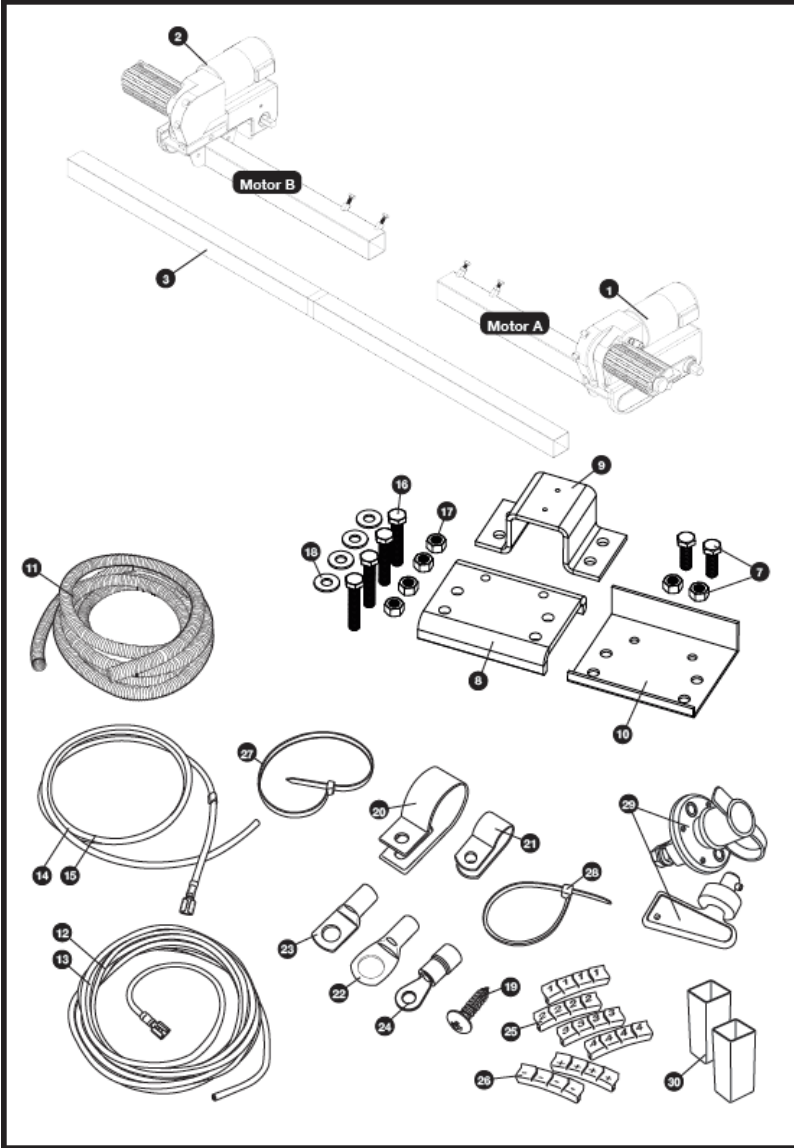

Abb. 1
Montieren Sie die Motorrahmenseite (1), die Motorrahmenseite (2) und den Hauptquerträger (3) lose (siehe Abb.1). Die Muttern (Abb.1.B) zur Befestigung der Querstange dürfen zu diesem Zeitpunkt nur handfest angezogen sein. Montieren Sie der Querstange durch Einschle-
ben der Betätigungsstangen (5) in die mittlere Betätigungsstange (4) und Befestigung an den Stangen der Motorbaugruppe (Abb. 1.A). Befestigen Sie die Betätigungsstangen mit den mitgelieferten Schrauben und Muttern (bereits an den Betätigungsstangen befestigt) an diesen Stangen. Die Muttern (Abb.1.C) zur Befestigung dürfen in diesem Stadium nur handfest angezogen sein.
Legen Sie die Baugruppe (Abb.1) lose unter den Wohnwagen. Grundsätzlich sollte die Einheit vor den Rädern des Wohnwagens montiert werden. Ist eine Montage in dieser Position nicht möglich, kann sie auch hinter den Rädern montiert werden, indem die gesamte Baugruppe um 180° gedreht wird (Hinweis: Beachten Sie in diesem Fall bei der Verkabelung Ihres Systems den Schaltplan der Hinterachse). Vergewissern Sie sich, dass der Hauptquerträger (3) in der Mitte der Caravan/Rangierhilfe-Baugruppe positioniert ist (die Mitte ist markiert). Stellen Sie die seitliche Position jeder Motorseite so ein, dass sich die Rollen in der Mitte des Reifens oder so nahe wie möglich an der Mitte befinden, und stellen Sie sicher, dass zwischen dem Reifen und dem Getriebe des Rangierhilfe ein Abstand von 10 mm verbleibt (Abb.10).
Wenn Sie mit dem Abstand der Laufrollen zufrieden sind, ziehen Sie die vier Nyloc-Muttern (17) an beiden Klemmbaugruppen (Abb. 14) mit einem Anzugsmoment von 55Nm fest, dann die Schrauben (Abb. 1.B und Abb. 1.C) an jedem motorseitigen Rahmen mit einem Anzugsmoment von 12Nm. Überprüfen Sie erneut den Abstand von 20 mm zwischen den Rollen und den Reifen und lösen Sie gegebenenfalls die Schrauben und justieren Sie die Position der Baugruppe neu. Wenn Sie mit der Position der Baugruppe zufrieden sind, montieren Sie die Chassis-Stopp-Muttern und -Schrauben (7) in jeder der oberen klassischen-Klemm-Platten (8) und ziehen sie fest (siehe Abb.14). Ziehen Sie sie mit einem Drehmoment von 55Nm an. Die Anschlagbolzen